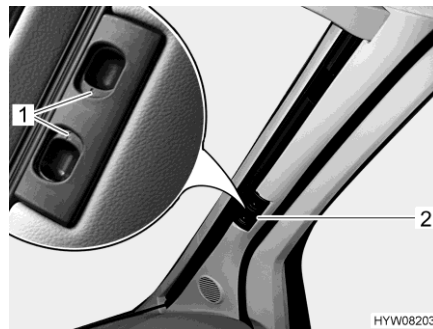

Fig. 105 Estor plegable (luna delantera)
- Presionar los tiradores de desbloqueo (Fig. 105,1) y mantenerlos presionados.
- Tirar el estor plegable para la luna delantera del tirador (Fig. 105,2) hacia el centro de la ventana.
- Empujar ambas mitades del estor plegable para la luna delantera en el tirador (Fig. 105,2) hacia afuera, hasta el tope. Al hacerlo, subir el tirador a la altura de la escotadura de bloqueo.
- Soltar los tiradores de desbloqueo (Fig. 105,1) y dejar que engatillen.